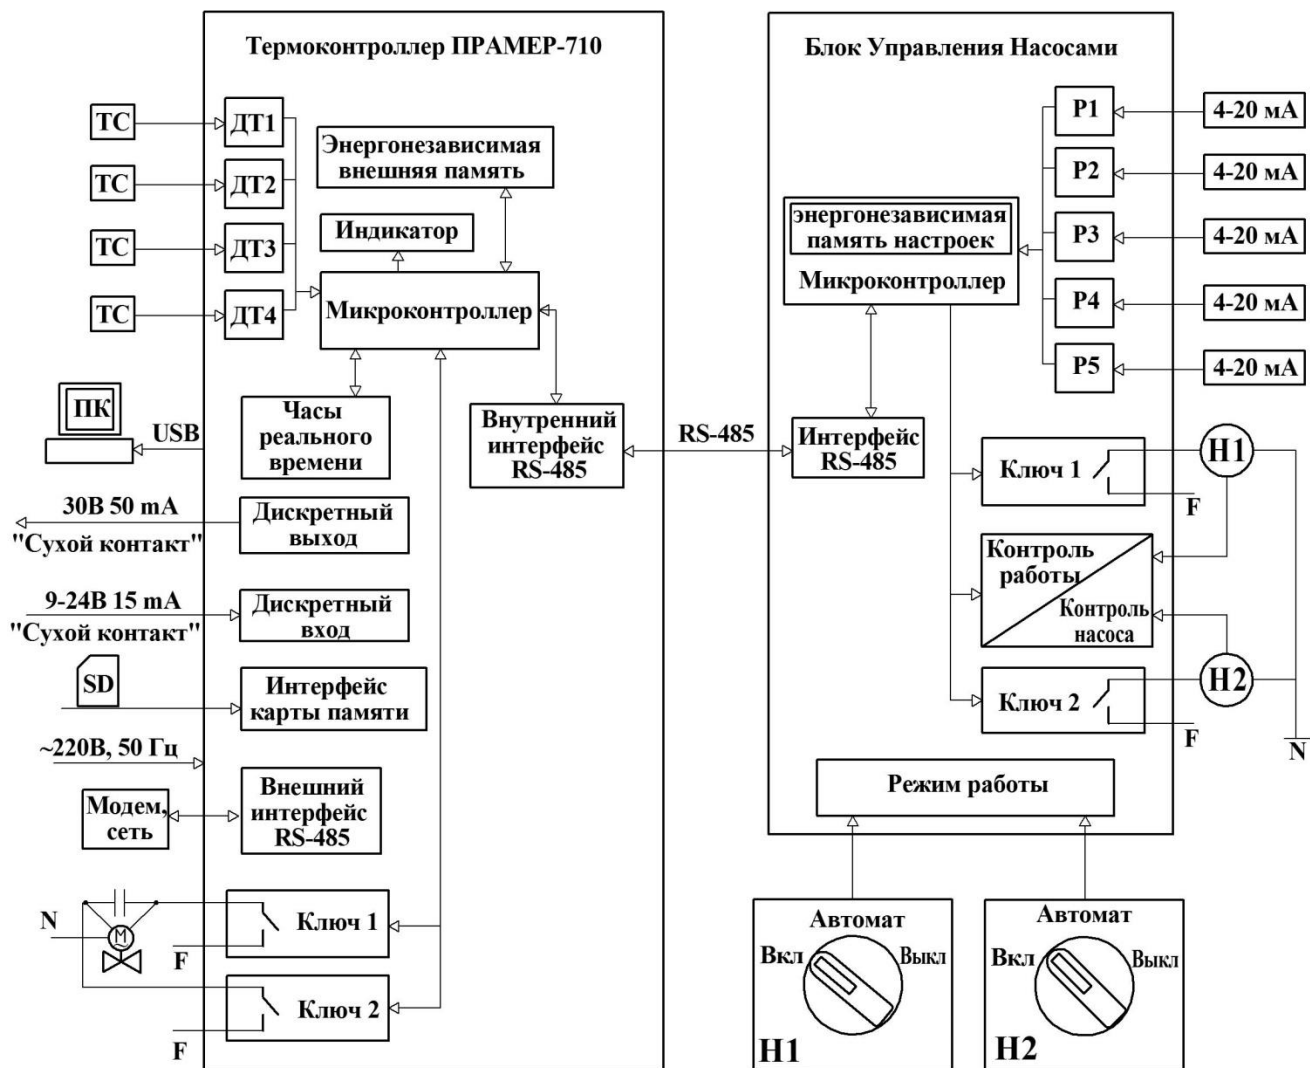

Рисунок 3 – Структурная схема комплекса - БУН и ПРАМЕП-710
2.2.7 Внешнее (ручное) управление насосами осуществляется подключением к БУН выносного терминала или внешнего пульта и т.д (см. Рисунок 3). Для каждого насоса предусмотрено управление с помощью 3-хпозиционного переключателя (ON-OFF-ON с фиксацией положения – "ВКЛ"- "АВТОМАТ"- "ВЫКЛ" соответственно).